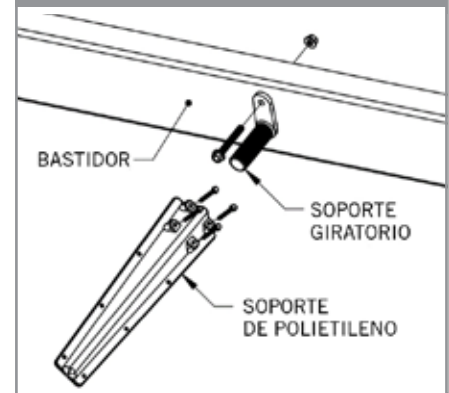

FIGURA 8
- Coloque cuatro tornillos de 5/16" x 3" a través del soporte de polietileno (10004591) y el bloque de apoyo (10001485) para sujetar el eslabón giratorio (10001472). (Ver la Figura 8)